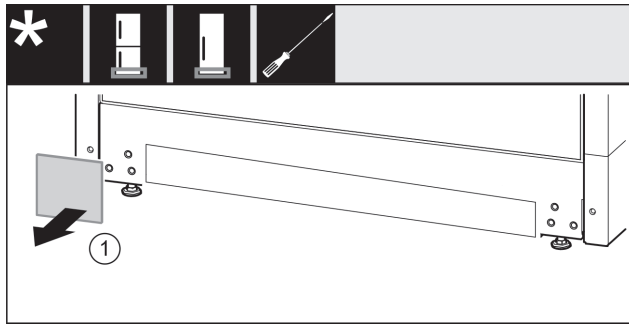

Fig. 18
- ▶ Vegye le a fedelet Fig. 18 (1).